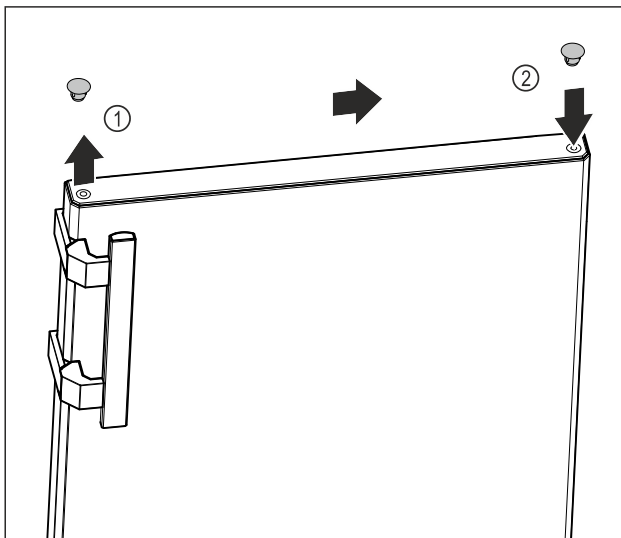

Fig. 17
- Podważyć ostrożnie zatyczkę osłonki na górze drzwi Fig. 17 (1) przy pomocy śrubokręta.
- Założyć zatyczkę osłonki po przeciwległej stronie. Fig. 17 (2)